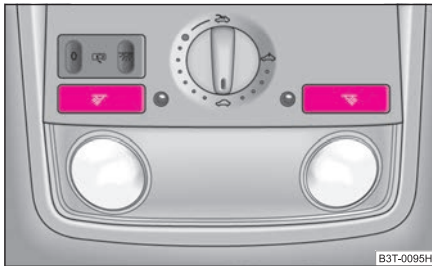

Abb. 50 Ausschnitt des Dachhimmels: Leseleuchten vorn
- Die Leseleuchte rechts bzw. links schalten Sie ein bzw. aus, indem Sie den Schalter  ⇒ Abb. 50 oder ⇒ Abb. 51 drücken. ■